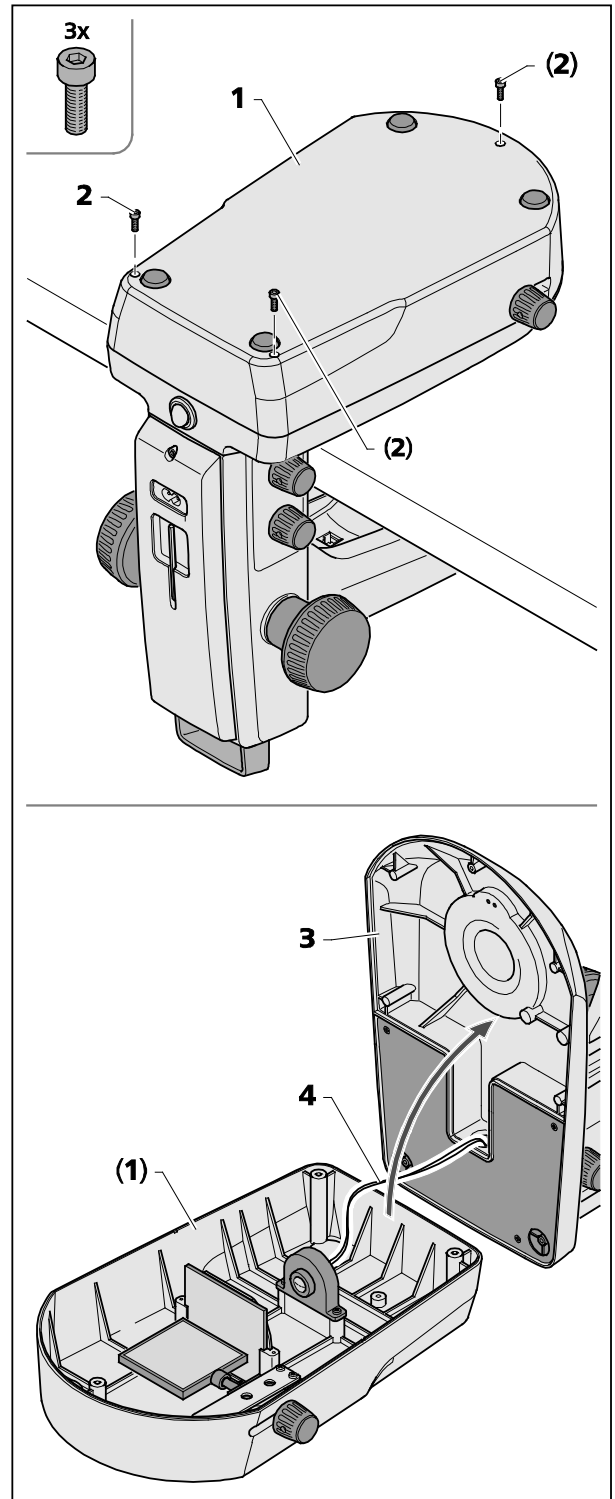

Bild 29 Stativabdeckplatte Stativ K LAB öffnen
Zur Reinigung bzw. Entnahme versehentlich hineingefallener Fremdkörper kann der Durchlichtuntersatz (Bild 29/1) von der Stativabdeckplatte (Bild 29/3) entfernt werden.
- Die drei Schrauben (Bild 29/2) von der Stativabdeckplatte (Bild 29/1) mit Inbusschlüssel SW 2,5 lösen und zur Seite legen.
- Die Stativabdeckplatte (Bild 29/3) vorsichtig vom Durchlichtuntersatz (Bild 29/1) abheben und das Stativ zur Seite legen.
Darauf achten, dass das Kabel (Bild 29/4) nicht vom Durchlichtuntersatz (Bild 29/1) getrennt wird.